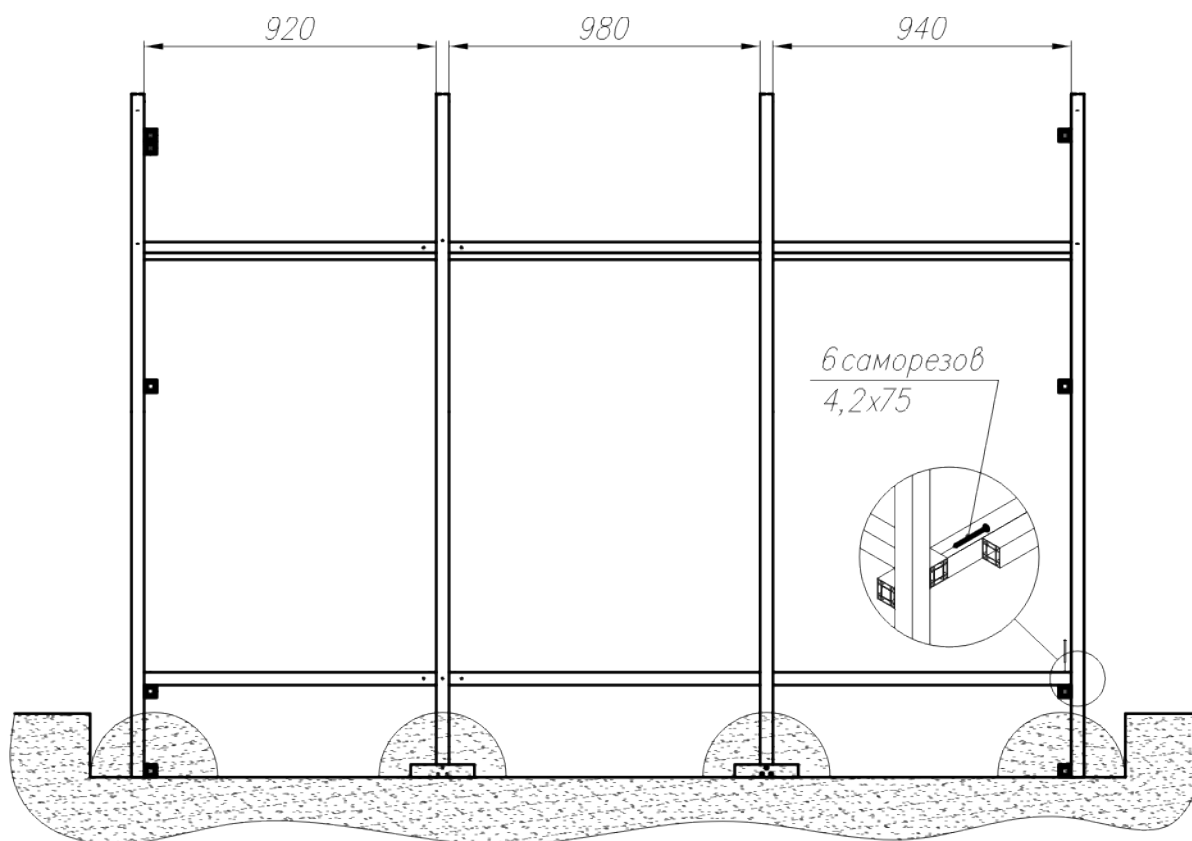

Рис. 26
4.10.10. Установите заднюю торцевую дугу, прикрепите к ней соединители 1 (рис.26).